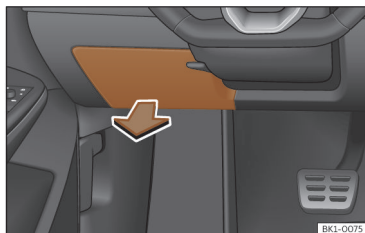

Fig. 169 Sul cruscotto del lato del conducente: coperchio della scatola portafusibili.
- Afferrare il connettore dalla parte posteriore ed estrarlo nel senso della freccia >>> **fig. 169**.